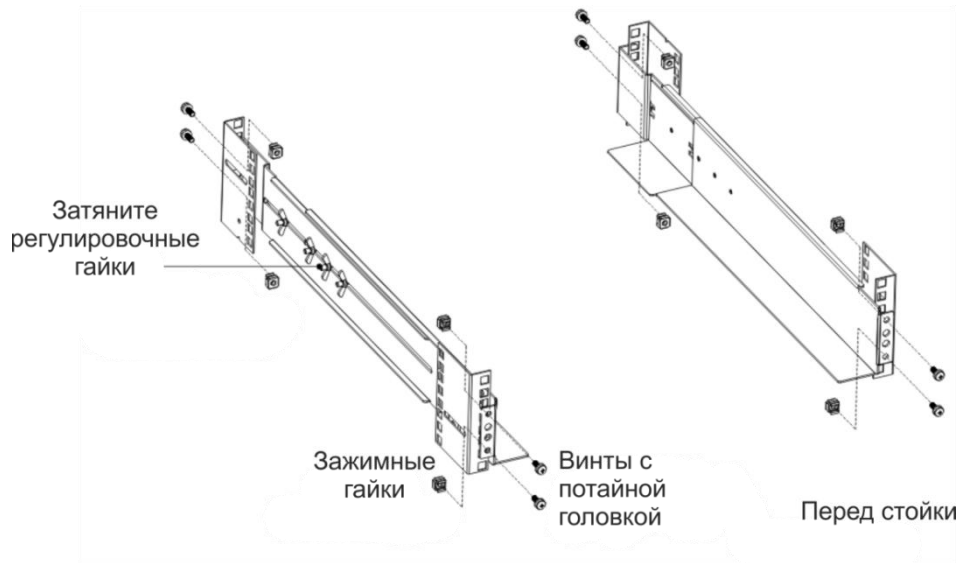

Рисунок 4 – Фиксация направляющих
- Затяните гайки скрепляющие передние и задние части направляющих (рисунок 4).